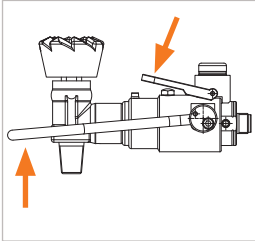

Abbildung 10
- ▶ Halten Sie die Arretierung (Pos. 8) nach unten gedrückt und klappen Sie anschließend die Betätigung (Pos. 1) nach oben (Abbildung 10). Dadurch wird die Verbindung zum Flaschenventil gelöst und der Adapter kann gerade nach hinten abgenommen werden.